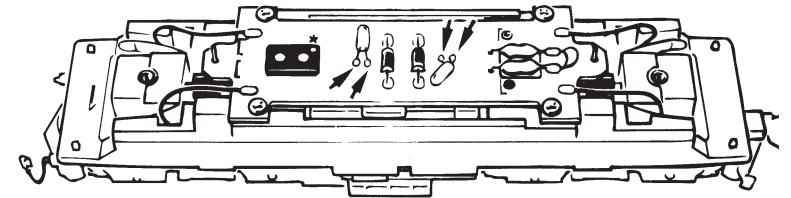

Fig. 7a
**5. Kohlebürstenwechsel:** Lokgehäuse abnehmen (Fig. 3). Danach wird der **Motor ausgebaut** und die **Kohlebürsten ausgewechselt** (Fig. 7a, 7b).
**5. Remplacement des balais du moteur:** Démontez la caisse (voir fig 3.) Démontez ensuite le moteur et échangez les balais (fig. 7a, 7b).
**5. Carbon Brush Changing:** First **remove** loco body (fig. 3), and then the **motor** (fig. 7a, 7b).